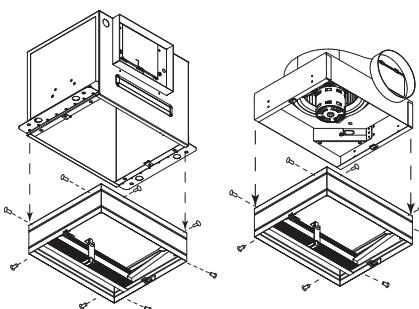

Figura 2 — Montaje en el Ventilador
- Monte el cortafuegos contra radiación de instalación en cielo en el ventilador. Asegúrese de que las lengüetas de acoplamiento de la rejilla estén orientadas hacia abajo y coloque la parte de entrada del ventilador en el collar del cortafuegos contra radiación de instalación en cielo. Fije el collar del cortafuegos a la carcasa del ventilador con tornillos autorroscantes de metal laminado N° 10x1/2 pulgadas (de terceros); utilice los orificios de montaje que se proporcionan. Se necesita un mínimo de (2) sujetadores en cada lado. Consulte la Figura 2.